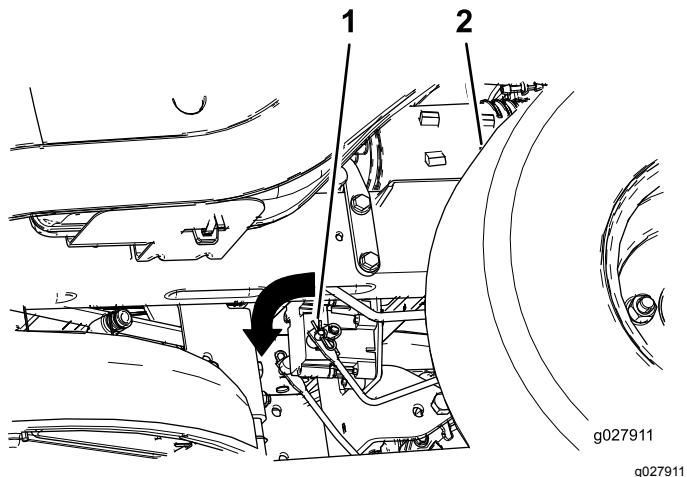

Figure 45
2. Localisez les arbres au point où les bras de liaison sont connectés de chaque côté du frein (Figure 45).